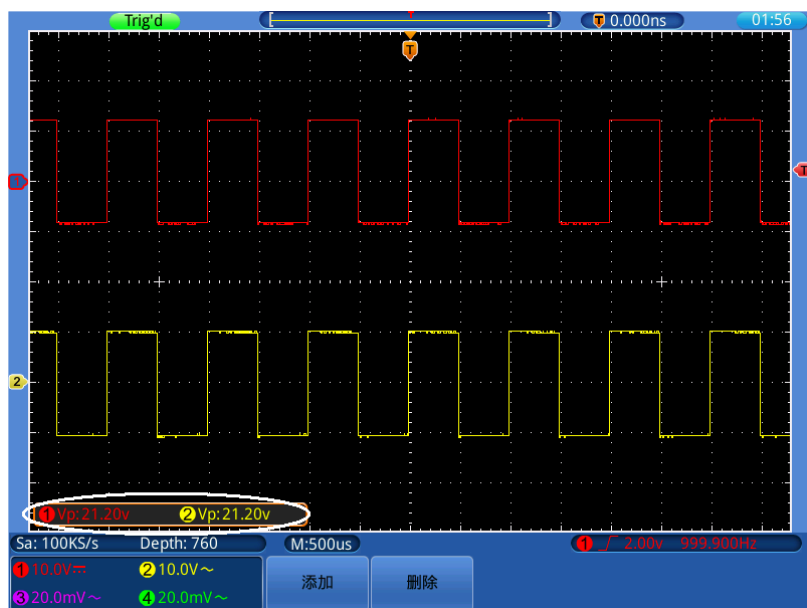

图 7-2: 增益测量波形
- (1) 按 **自动设置** 按键。示波器自动把两个通道的波形调整到合适的显示状态。
- (2) 按 **测量** 按键。
- (3) 在下方菜单选择 **添加**。
- (4) 在右侧菜单选择 **信源**；在左侧菜单选择信源为 ①。
- (5) 在右侧菜单选择 **类型**；在左侧菜单选择 **峰峰值**。
- (6) 在右侧菜单选择 **添加**。
- (7) 在右侧菜单选择 **信源**；在左侧菜单选择信源为 ②。
- (8) 在右侧菜单选择 **添加**。
- (9) 从屏幕左下角测量窗口读出通道1和通道2的峰峰值Vp。见图 7-2。
- (10) 利用以下公式计算放大器增益。